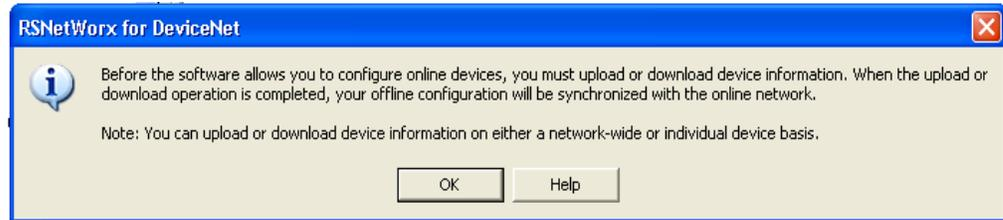

Figure 3-13 : Boîte de dialogue de confirmation
3. Cliquez sur **OK** pour continuer. Une boîte de dialogue comme celle présentée sur la Figure 3-13 apparaîtra. Veuillez noter qu'il peut vous être demandé d'effectuer un téléchargement en fonction de la version utilisée du logiciel.